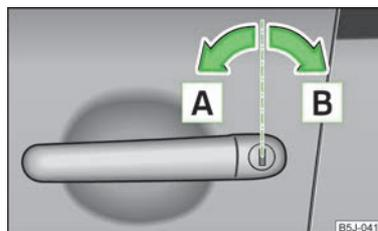

Fig. 12
- Girar la llave en el bombín de cierre de la puerta del conductor en dirección de marcha (posición de desbloqueo) **A** » fig. 12.
- Girar la llave en el bombín de cierre de la puerta del conductor en dirección contraria a la marcha (posición de bloqueo) **B** » fig. 12 de la página 29.